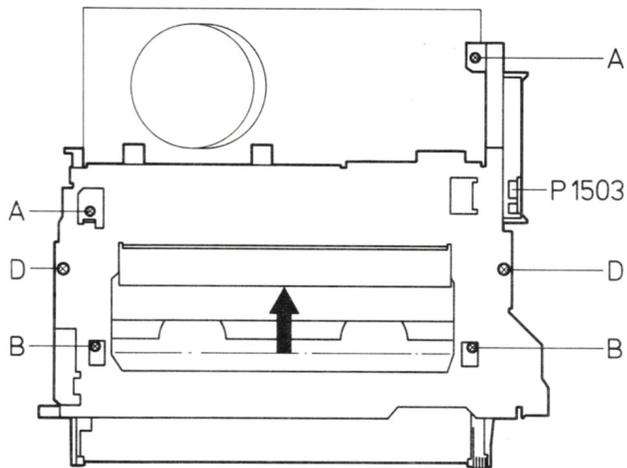
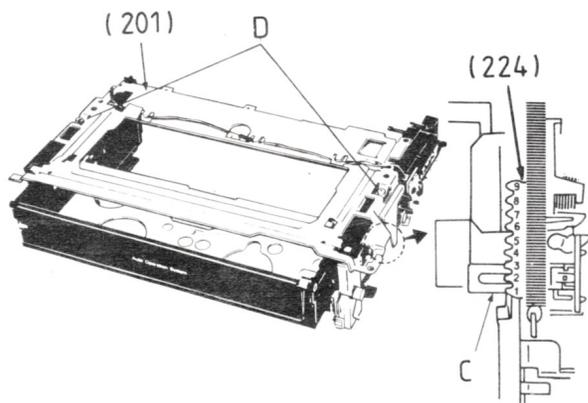

Fig. 4
Fig. 8
3.1 Démontage du logement de cassette (Fig. 4)
- Tourner le volant cabestan (133) dans le sens des aiguilles d'une montre jusqu'à ce qu'il soit possible de retirer les deux vis «B».
- Déplacer le logement de cassette (202) jusqu'à ce que la 2ième dent de la crémaillère (224) soit au-dessus du trou oblong (C) (Fig.8).
- Remonter le cache (201) et fixer les 6 vis «D», «A», «B» (Fig.4, Fig.8);